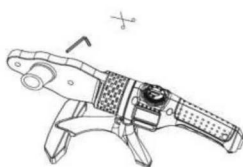

fig.2
3) Fixez l'accessoire de chauffe sur l'outil à l'aide de la clé Allen (fig.2).